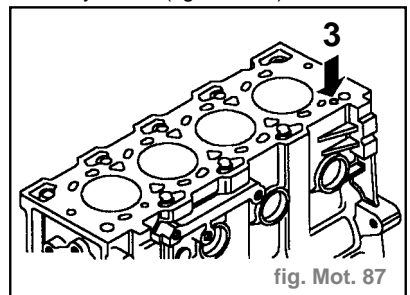

fig. Mot. 87
- Contrôler que l'orifice de restriction d'huile (3) du bloc-cylindres est bien dégagé et se trouve sous le plan du bloc-cylindres (fig. Mot. 87).